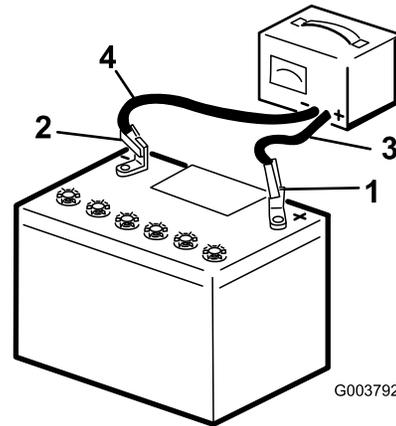

図 58
3. バッテリーのプラス端子にプラスケーブルを接続する 図 58。
4. バッテリーのマイナス端子にマイナスケーブルを接続する 図 58。
6. 充電が終わったら、充電器のプラグをコンセントから抜いてから、充電用のリード線をバッテリー端子から外す 図 58。